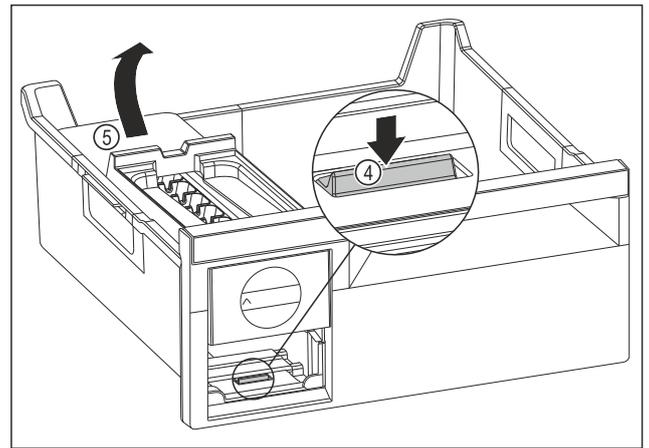

Fig. 85
- ▶ EasyTwist-Ice-Korpus entnehmen: Lasche Fig. 85 (4) mit Finger nach unten drücken und gleichzeitig mit der anderen Hand den EasyTwist-Ice-Korpus Fig. 85 (5) von hinten anheben.